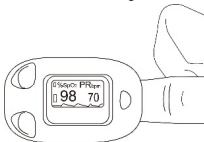

Figura 5 Posizionare il dito
1. Il dito deve essere posizionato in modo appropriato (vedi illustrazione allegata del presente manuale d'uso, Figura 5), altrimenti ciò può provocare misure inaccurate.
- 2) Aprire il sensore come mostrato in Figura 5.